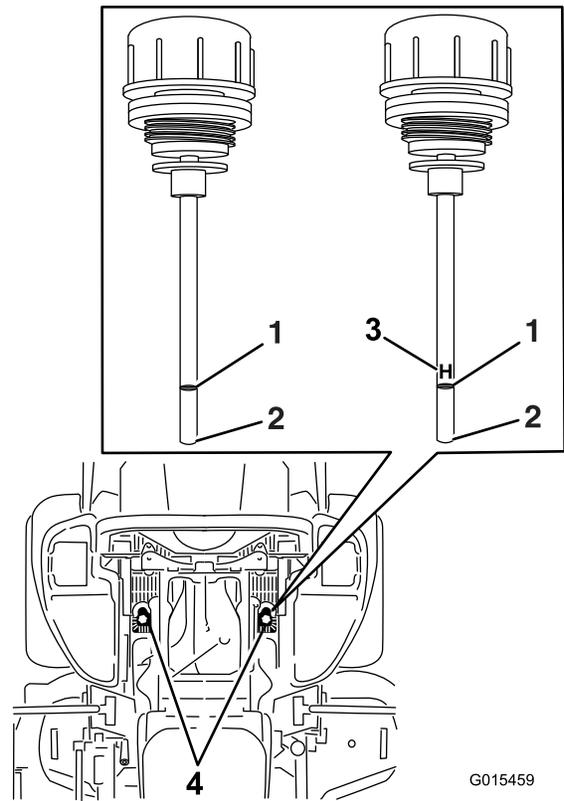

Figura 86
- Limpié la zona alrededor de las varillas de los depósitos del sistema hidráulico (Figura 86).
- Retire una varilla del depósito hidráulico (Figura 86).
- Retire la varilla e inspeccione el extremo (Figura 86).